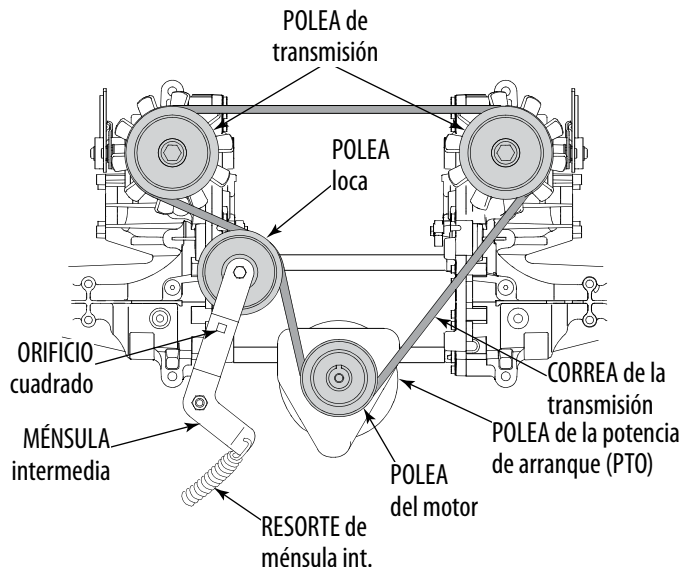

Figura 7-8
- Desde abajo de la parte trasera del tractor, inserte una llave de apriete de trinquete de 3/8 de pulgada en el orificio cuadrado del soporte de polea loca de la transmisión. Vea la Figura 7-8.